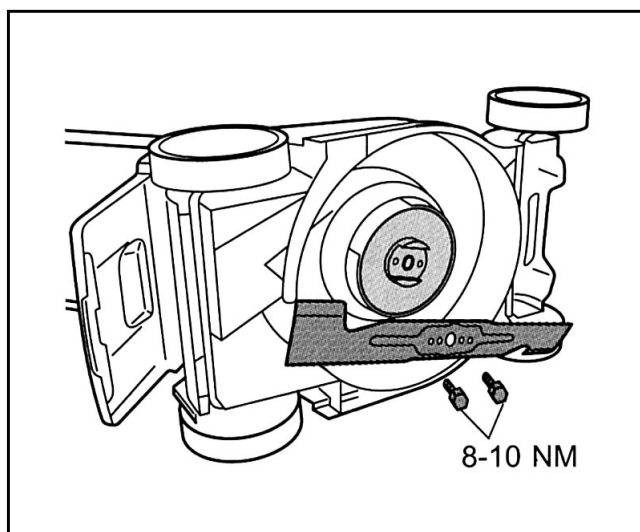

Fig. 20
- Avec une clé de 10 mm, retirez les vis de fixation de la lame (Fig. 20).